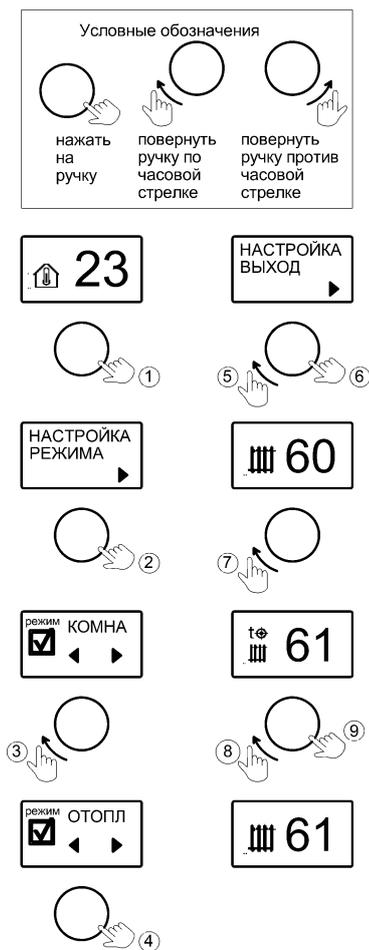

Рисунок 4. Выбор и настройка температуры режима «ОТОПЛЕНИЕ»
9.1 «ОТОПЛЕНИЕ» – режим поддержания температуры тепло-носителя. Датчики температуры воздуха в алгоритме не участвуют. Заводская настройка температуры теплоносителя **70°C**. Активация режима и настройка температуры показана на рис.4. Температуру можно задать в диапазоне от +8°C до +85°C.
10.1 Во вкладке «РЕЖИМ РАБОТЫ», выбирается основной режим работы котла («ОТОПЛЕНИЕ», «КОМНАТНЫЙ», «УЛИЧНЫЙ») - см. рис. 4, рис.5, рис.6.